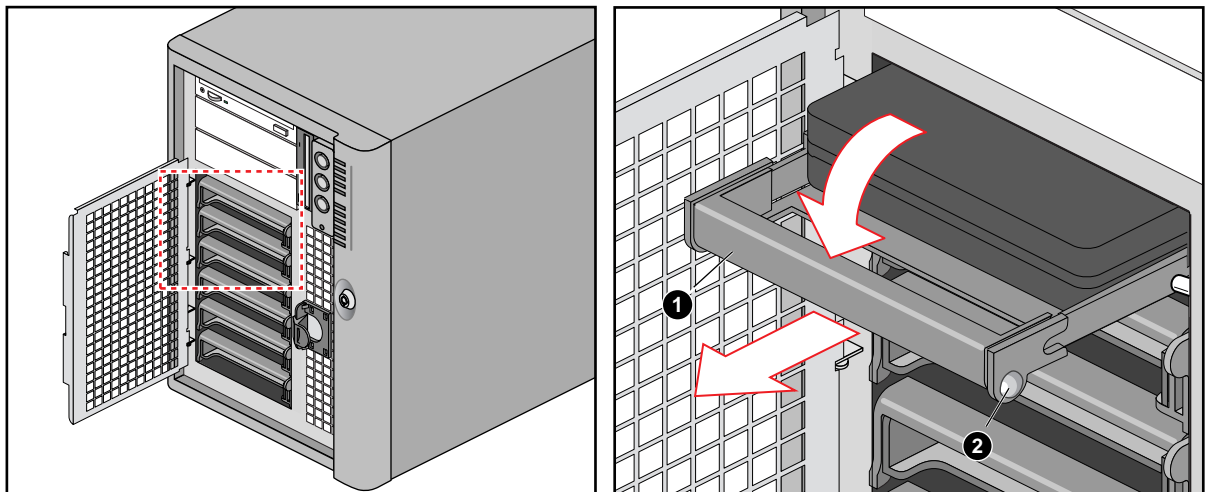

Figura 5-2 Desconexión del soporte de la unidad del chasis
5. Presione el pasador circular (número 2 en la Figura 5-2), ubicado en el lado derecho del soporte, hacia la izquierda (hacia el centro de la unidad) mientras hala suavemente hacia abajo el asa del soporte (número 1 de la Figura 5-2). Esto libera el sujetador que asegura el soporte al chasis.